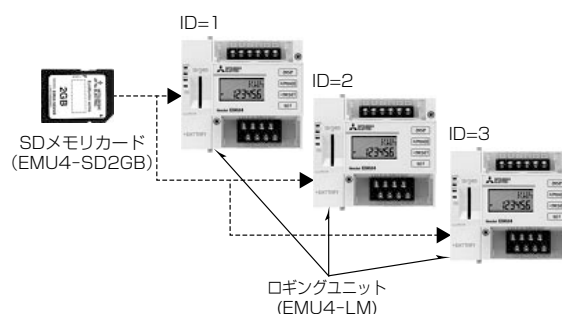

図4. SDメモリカードによるログデータ収集
- 外部記憶媒体のセキュリティ面で、ログユニットにはSDメモリカードを装着せず、定期巡回時に、1枚のSDメモリカードで複数台のログユニットのログデータを収集したいという要望があった。ログユニットごとにログユニットIDを設ける(エネルギー計測ユニット側で、IDを設定すること)ことで、ログユニットID(1～255)ごとのIDフォルダが生成され、1枚のSDメモリカードで、複数台のログデータを収集(図4)可能な仕様とした。